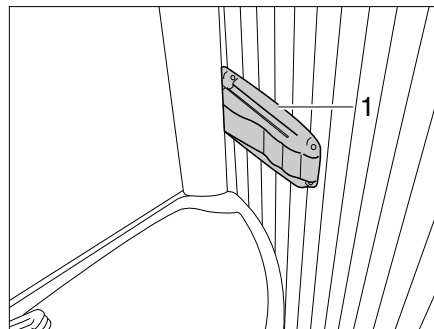

Fig. 358 Toilette Vario, bloccaggio della parete della doccia
- Premere l'arresto (Fig. 358,1) a destra sul bordo del lavabo e tirare il lavabo leggermente. Il lavabo e la parete posteriore si muovono insieme in avanti.